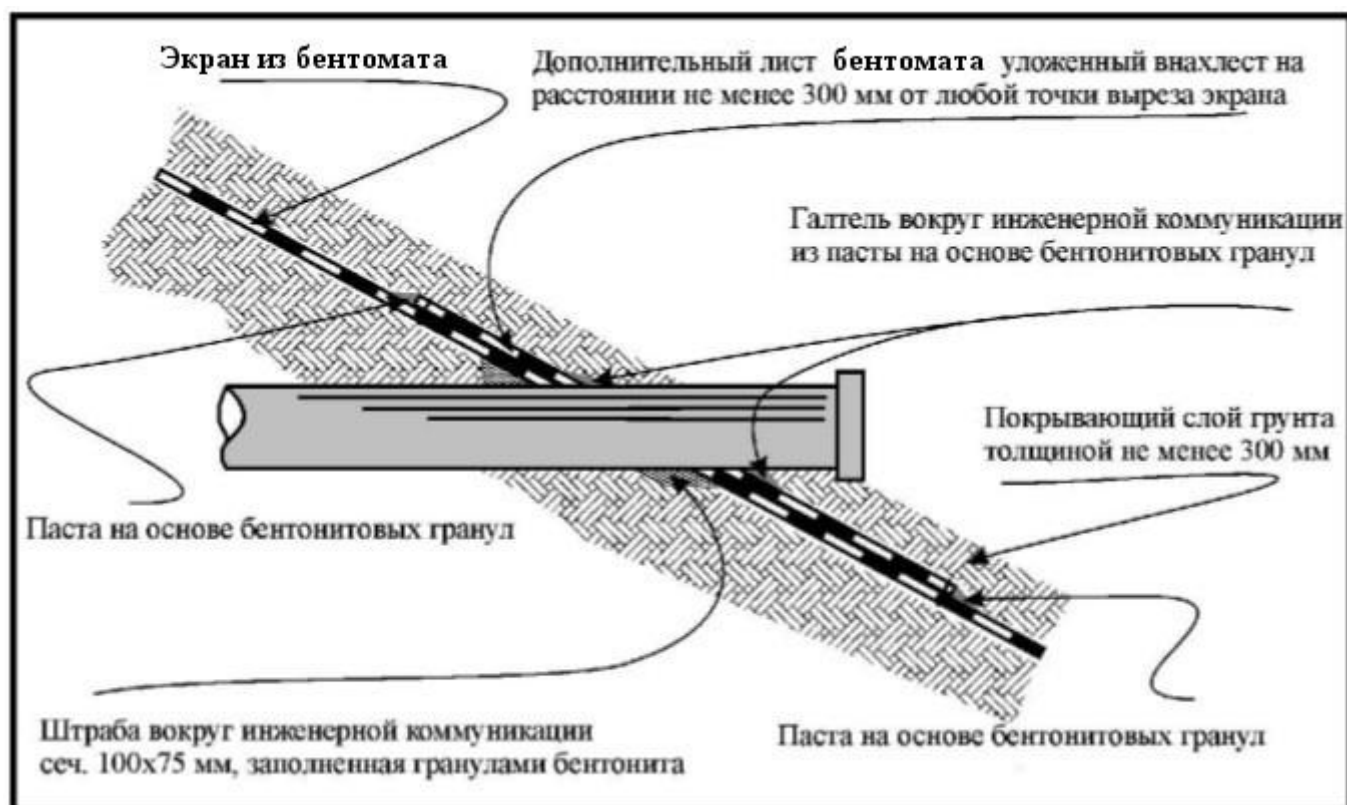

Рис. 5. Осевое сечение горизонтальной инженерной коммуникации.
- 7.6. Горизонтальные инженерные коммуникации изолируются согласно Рис. 5.